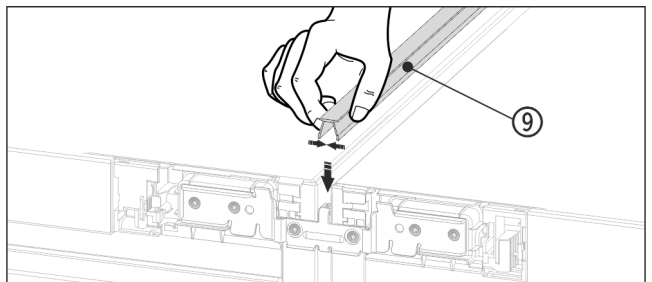

Fig. 20
- ▶ În partea superioară presați profilul de mascare Fig. 20 (9) scurt în fanta orizontală.